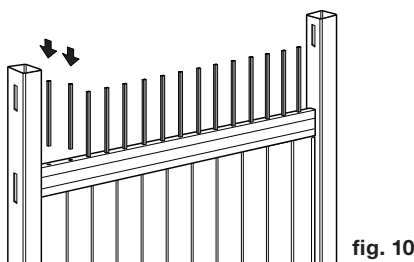

fig. 10
STEP 8 – Insert the black aluminum balusters into the routed holes in the mid rail (fig. 10).
ÉTAPE 8 – Insérez les balustres en aluminium noir dans les trous fraisés de la traverse intermédiaire (fig. 10).